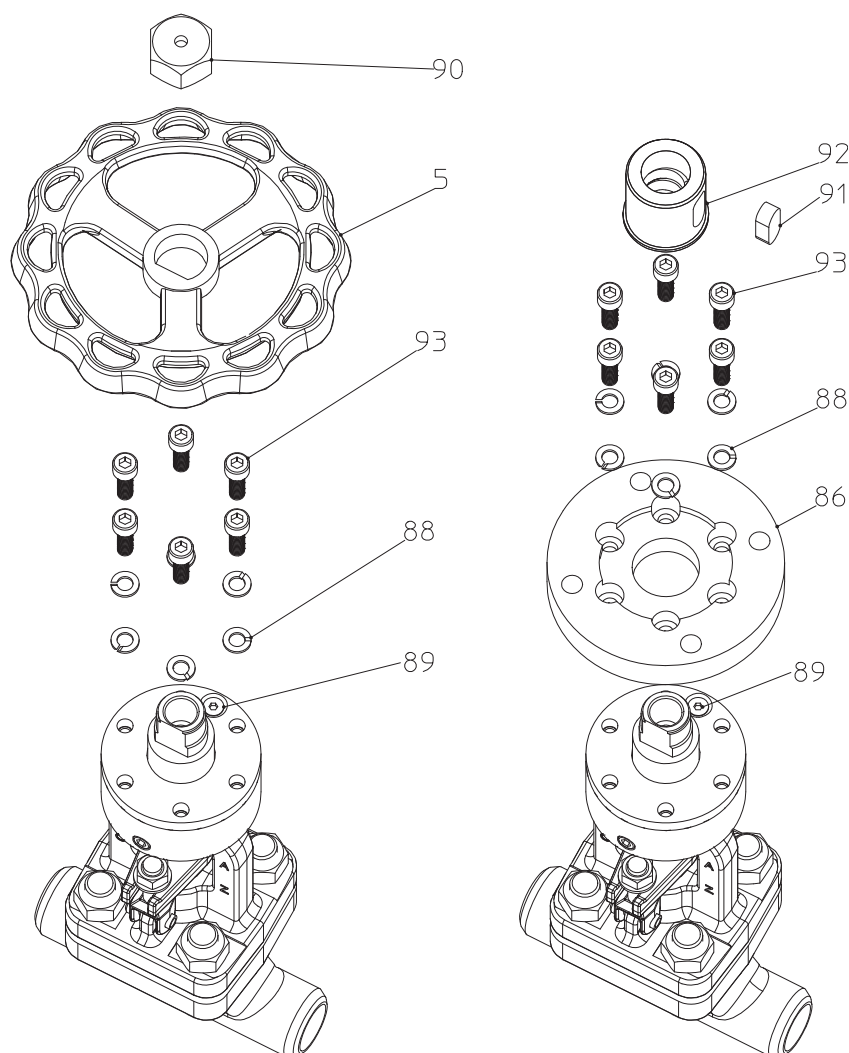

Fig. 11: Modificación de volante a
- El tornillo de cabeza avellanada (Pos. 89) en la tapa permanece atornillado por seguridad. ¡Tener en cuenta el alineamiento de la brida F10 según la vista explosionada (Fig. 11)!
- Posicionar la brida F10 (Pos. 86) a los agujeros disponibles (ver Fig. 11)